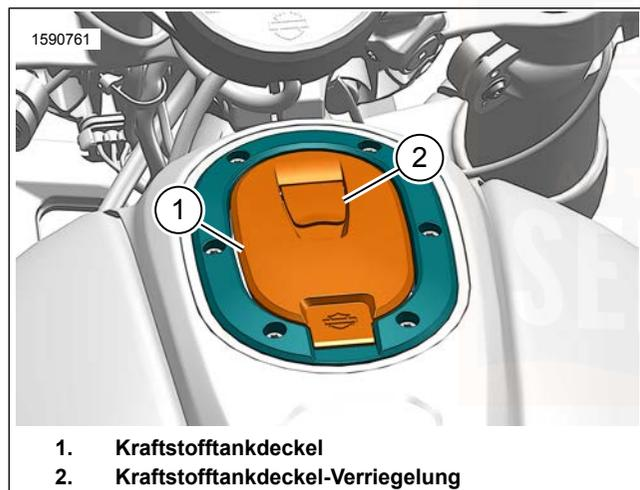

Abbildung 7. Kraftstofftank
Siehe Abbildung 7. Die Kraftstofftankdeckel-Verriegelung (2) hochziehen, um den Deckel (1) zu öffnen.